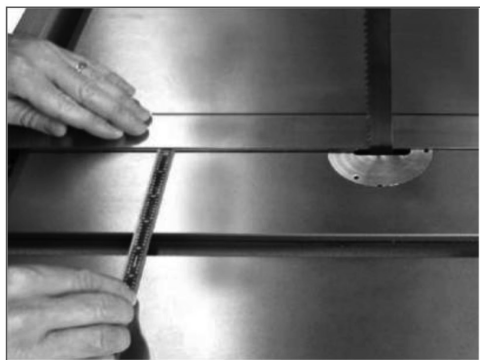

Рис. 19
- С помощью линейки измерьте расстояние от поверочной линейки до края паза стола. Проведите измерения в передней и задней части стола, расстояние должно быть одинаковым (рис. 19).